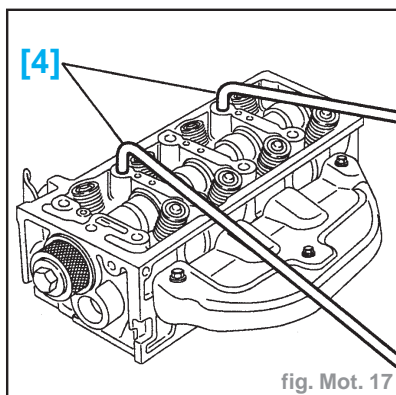

fig. Mot. 17
- Basculer et décoller la culasse à l'aide des leviers (4) (réf. 0153Q) (fig. Mot. 17).